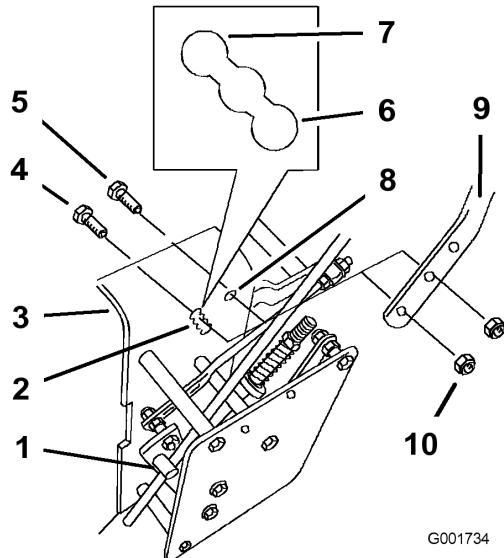

Figure 22
2. Desserrez les boulons à embase supérieurs (3/8 x 1-1/4") et l'écrou à embase de fixation de la poignée au bâti arrière (Figure 22).
3. Retirez les boulons à embase supérieurs ((3/8 x 1 inch)) et les écrous à embase de fixation du guidon au bâti arrière (Figure 22)